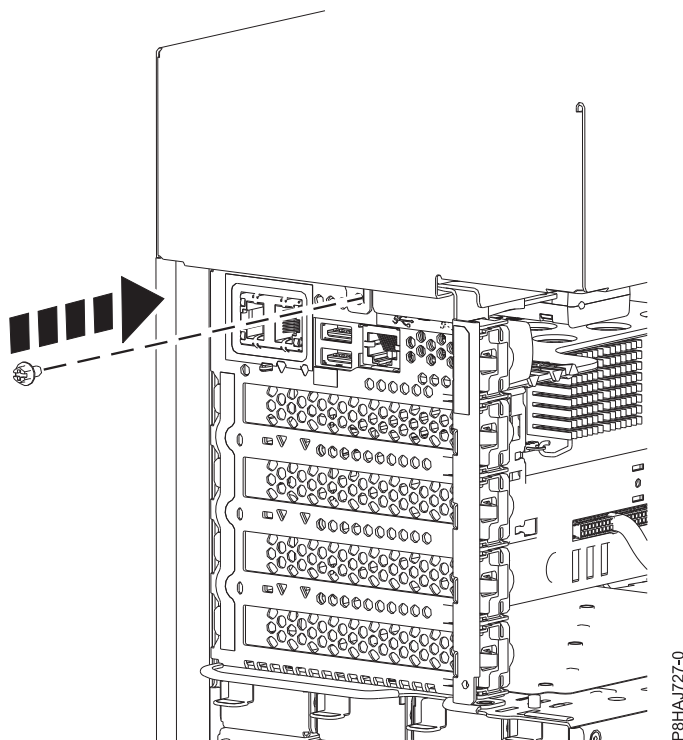

Figura 69. Col·locació del cargol de la coberta lateral model 8286-41A
5. Col·loqueu el cargol posterior de la coberta lateral amb un tornavís Phillips, tal com es mostra a la Figura 69 a la pàgina 110.